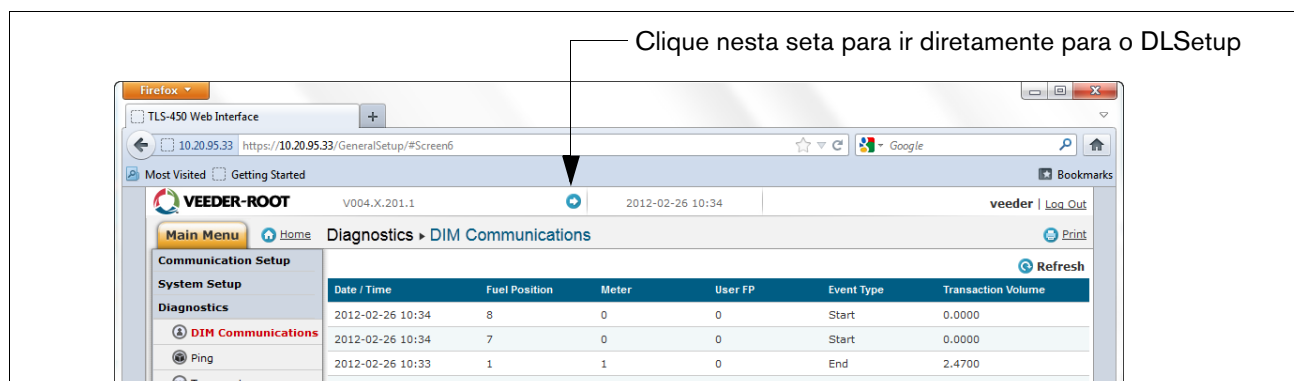

Figura B-13. Alternando para configuração DL
15. Clique na seta logo à esquerda da data para alternar para o aplicativo DLSetup (ver Figura B-13).